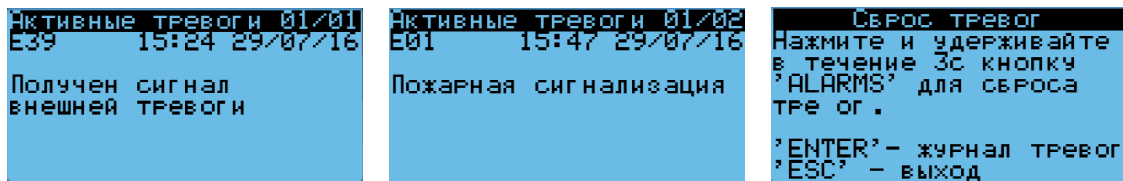

Рис. 4
8.1 При возникновении тревожных ситуаций, отслеживаемых контроллером, система отключается, и на контроллере мигает кнопка «▲» («тревога»). При нажатии на неё, на дисплее отображаются текущие тревоги (см. рис. 4).